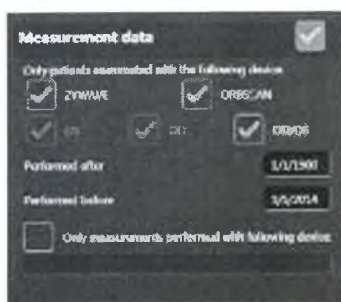

Рис. 34. Область Measurement data [Данные измерений]
4. Чтобы воспользоваться поиском по критериям этой области, выберите Measurement data [Данные измерений] в правом верхнем углу экрана (рис. 34).